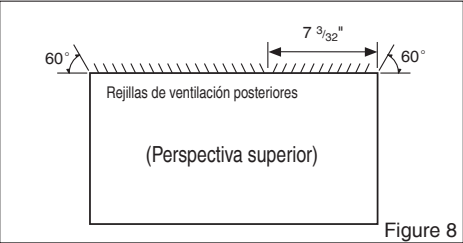

Figure 8
**1** Redireccione las rejillas de ventilación en la parte posterior del soporte de pared a un ángulo de 60° según muestra la FIG. 8. Recomendamos el uso de alicates.